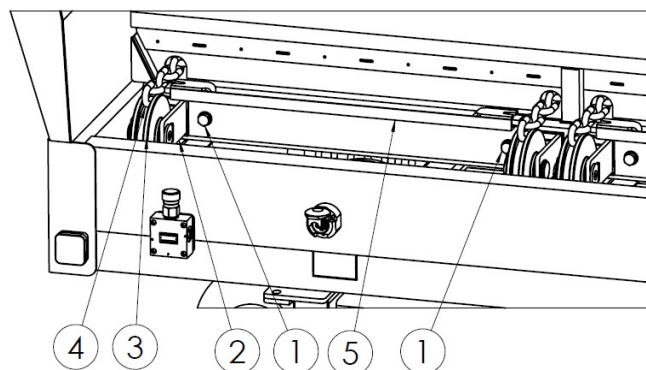

Рисунок 24-й Натяжение цепей напольного конвейера
Натяжение цепей напольного конвейера во время работы должно проверяться ежедневно, особенно в начальный период его эксплуатации. Натяжение конвейерных цепей осуществляется с помощью регулировочных болтов, расположенных в передней части кузова – рисунок 24. Для увеличения натяжения цепей ввинтите регулировочные болты (1) так, чтобы ползунок натяжителя (2) вместе с роликом (3) двигался вперед. Операцию натяжения необходимо провести для обеих пар цепей (4), обращая внимание на их одинаковое натяжение.